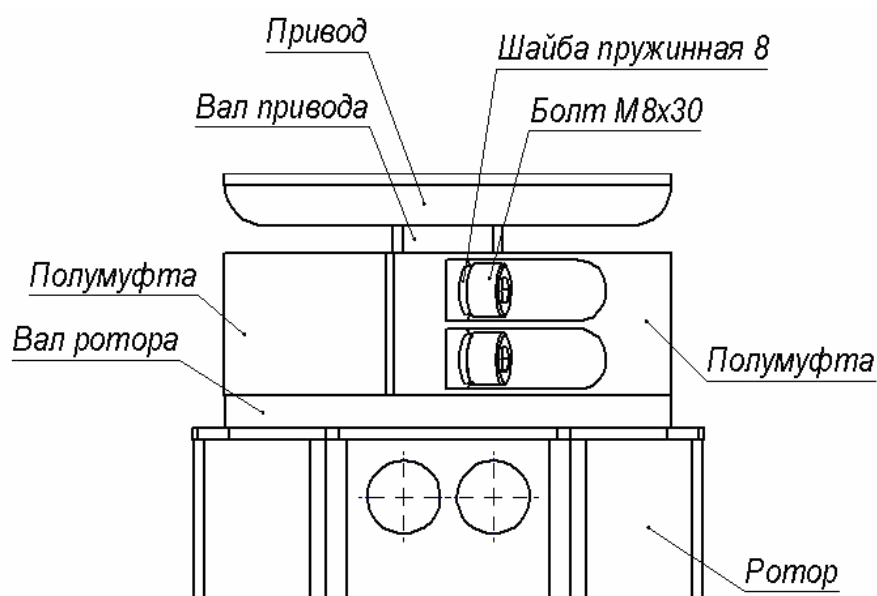

Рисунок 18 Муфтовое соединение (16) вала привода исполнительного механизма с валом ротора (1)
- 15.4. Соедините вал ротора с валом исполнительного механизма посредством муфтового соединения (16), состоящего из двух полумуфт, используя четыре болта М8×30 с пружинными шайбами 8 (см. рис. 18).